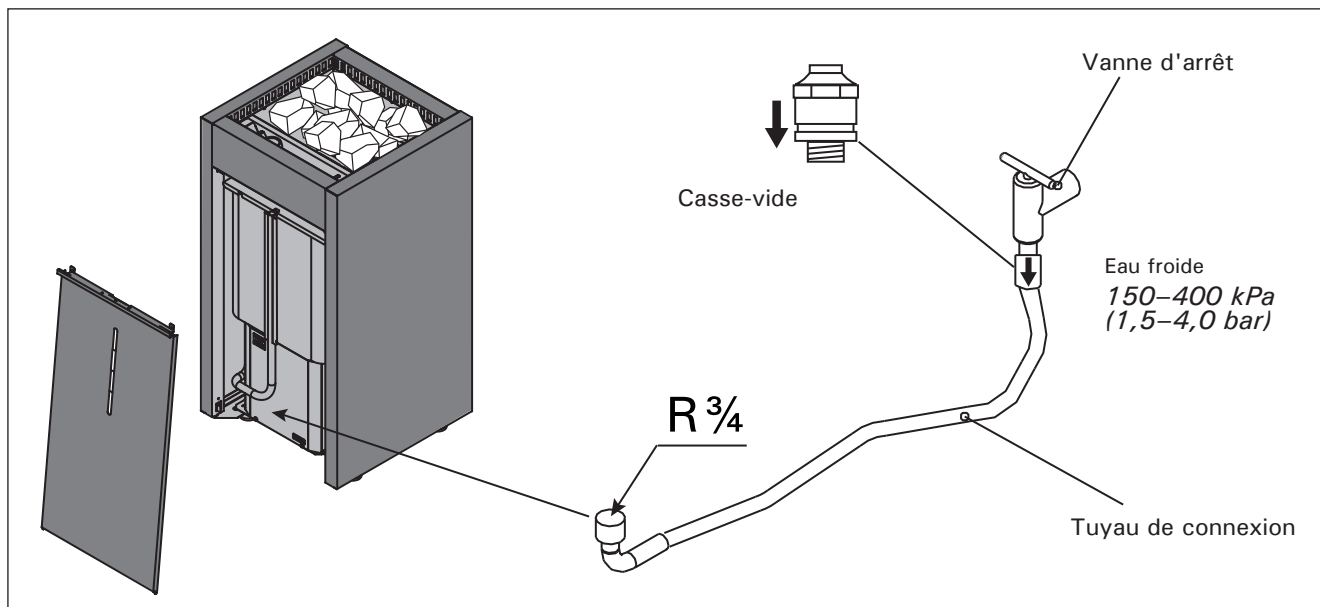

Figure 7. Système automatique de remplissage d'eau
- Voir le schéma de câblage correspondant au modèle de poêle (voir fig. 7, Voir le manuel du centre de contrôle pour obtenir des instructions détaillées sur la connexion du poêle et du centre de contrôle). Le poêle doit être installé de manière permanente en utilisant une conduite hermétique entre le poêle et le mur de la cabine (les marettes
Raccorder le poêle au réseau de distribution de l'eau froide à l'aide d'un tuyau flexible. Le point de raccordement au réseau doit être muni d'un clapet d'arrêt. Voir la figure 7. **Le plancher du sauna et/ou de la salle de bain doit être équipé d'un point d'évacuation de l'eau en prévision d'éventuelles ruptures de flexibles ou de fuites d'eau. Suivre les réglementations d'installation locales.**